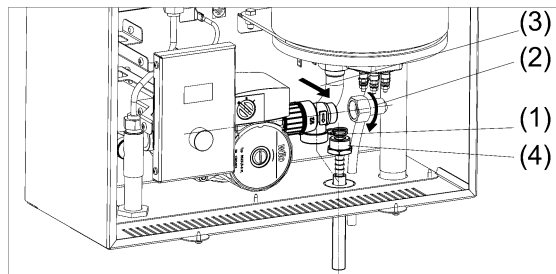

Рисунок 10. Замена предохранительного клапана
- (1) Снимите проволочный хомут и отсоедините сбросной шланг от клапана (см. рис. 10).
- (2) Открутите накидную гайку соединяющую напорный трубопровод и клапан.
- (3) Извлеките клапан из корпуса прибора.
- (4) Выкрутите “штуцер-ёлочка” из клапана.
- (5) Вкрутите “штуцер-ёлочка” в новый клапан, используя уплотнительный материал.
- (6) Установите новый клапан в корпус прибора, при этом используйте новую уплотнительную прокладку.
- (7) Подсоедините сбросной шланг к клапану, установите проволочный хомут.
- (8) Проверьте герметичность соединений и давление срабатывания клапана.